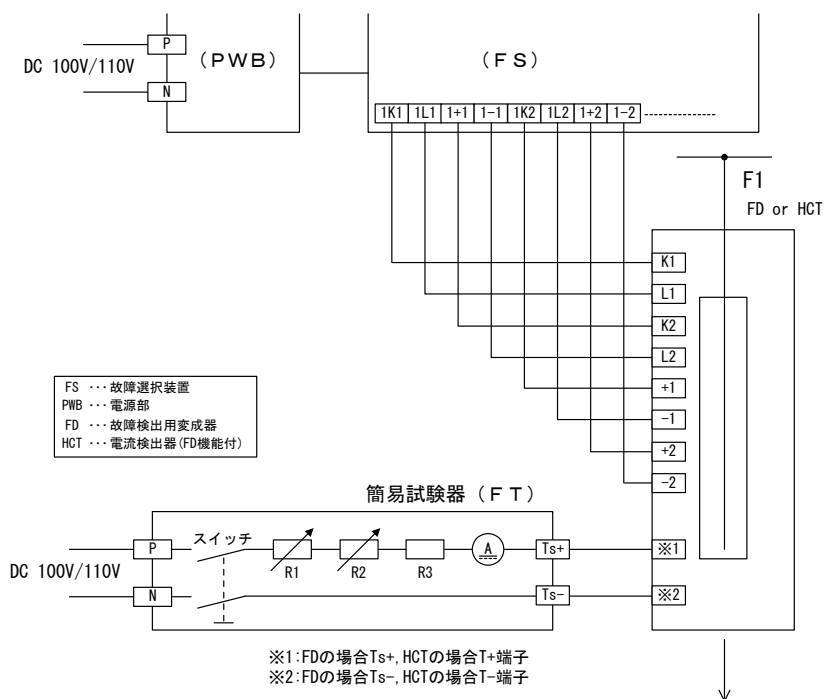

図 31. 動作試験回路
故障検出用変成器 (FD) および電流検出器 (HCT) には一次電流と等価な試験コイルを内蔵しており、一次電流 1000A あたり約 1A の直流電流を通電することで等価試験を行うことができます。図 31 に弊社製の簡易試験器 (FT) を使用した場合の等価試験回路を示します。
(2) 等価試験の試験手順
- ① 図 31 のように、FT の Ts+・Ts- 端子を FD の Ts+・Ts- 端子（または HCT の T+、T- 端子）に接続し、FT の P、N 端子を DC100V/110V に接続して下さい。
- ② 可変抵抗器 R1、R2 を左に回し FT の内部抵抗値を最大にした状態で、FT のスイッチを投入し、FS の動作を確認して下さい。
- ③ 不動作の場合は R1, R2 を右へ回して抵抗を減らして、再びスイッチを投入して、FS の動作を確認して下さい。
- ④ ③の操作を繰り返して動作限界点を求め、動作時の電流値を電流計(A)で確認します。この動作電流値が試験成績表に記載の電流値と比較して±10%以内ならば装置の動作感度は正常とみなします。
(3) 等価試験時の注意事項
- ① スwitchの切時間は5秒以上確保して下さい(切時間が短い場合は誤差が発生)。
- ② DC100V/110V 電源は十分に容量が大きい電源を使用して下さい(リップルやレスポンスの大きい電源および内部インピーダンスの大きい電源の場合は誤差が発生)。
- ③ スwitchの投入時間は、簡易試験器に内蔵されている抵抗器の熱的な面から長い時間の通電をさげ、メータの読取りが終わったらすみやかに切して下さい。投入時間は長くても5秒以内とし、切時間は5秒以上確保して下さい。